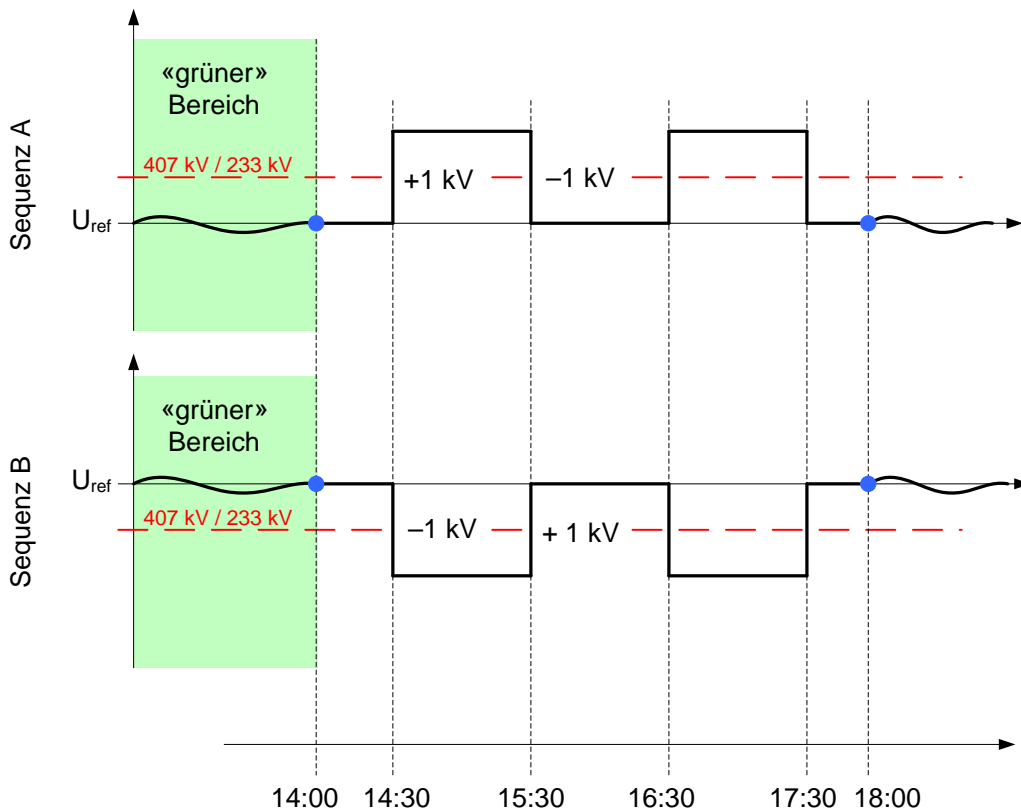

Abbildung 3: Testsequenzen A und B für den Test S1.
Die beiden Testsequenzen A und B sind in Abbildung 3 skizzenhaft dargestellt und werden im Folgenden beschrieben.
**① Halten von  $U_{ref}$ .** In der ersten halben Stunde wird das verfügbare Blindleistungsband so eingesetzt, dass die Referenzspannung möglichst gehalten wird. Abbildung 3 zeigt einen konstanten Idealverlauf.
**② Sollwertänderung.** Je nach Testsequenz (Festlegung in ①) wird um 14:30 Uhr der Sollspannungswert um  $\pm 1 \text{ kV}$  gegenüber der Referenzspannung  $U_{ref}$  verändert. Das verfügbare Blindleistungsband der Anlage wird so eingesetzt, dass die Referenzspannung  $\pm 1 \text{ kV}$  möglichst gehalten wird. Abbildung 3 zeigt einen konstanten Idealverlauf.
**③ Sollwertänderung.** Um 15:30 Uhr wird der Sollspannungswert auf die zuvor festgelegte Referenzspannung  $U_{ref}$  gesetzt. Das verfügbare Blindleistungsband wird in der folgenden Stunde so eingesetzt, dass die Referenzspannung möglichst gehalten wird. Abbildung 3 zeigt einen konstanten Idealverlauf.
**④ Sollwertänderung.** Je nach festgelegter Testsequenz (Festlegung in ①) wird um 16:30 Uhr der Sollspannungswert um  $\pm 1$  kV gegenüber der Referenzspannung  $U_{ref}$  verändert. Das verfügbare Blindleistungsband wird so eingesetzt, dass die Referenzspannung  $\pm 1$  kV möglichst gehalten wird. Abbildung 3 zeigt einen konstanten Idealverlauf.
**⑤ Sollwertänderung.** Um 17:30 Uhr wird der Sollspannungswert wieder auf die zuvor festgelegte Referenzspannung  $U_{ref}$  gesetzt. Das obligatorische Blindleistungsband der Anlage wird in der folgenden halben Stunde so eingesetzt, dass die Referenzspannung möglichst gehalten wird. Abbildung 3 zeigt einen konstanten Idealverlauf.